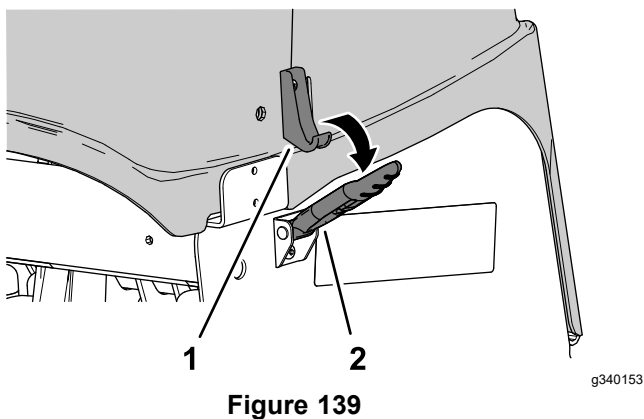

**Figure 138**
1. Si la machine est équipée de verrous CE, desserrez le boulon de la plaque de verrouillage jusqu'à ce qu'elle sorte de la fente dans le côté du capot de la tête d'aération (Figure 138).
2. Faites pivoter la plaque de verrouillage pour l'écarter du verrou (Figure 138).